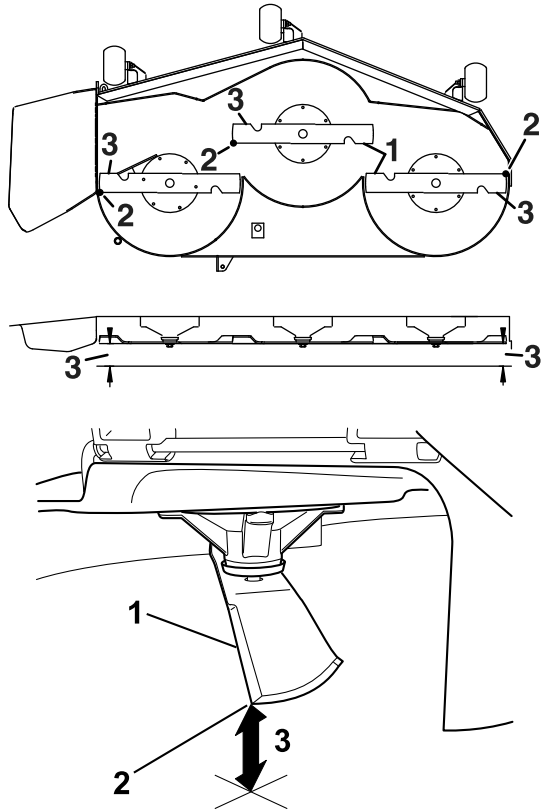

Figura 81
6. Meça entre a extremidade da lâmina e a superfície plana (Figura 81). Se ambas as medições não se encontrarem dentro do intervalo de 5 mm, ajuste o nivelamento, continue com este procedimento.
- Rode cuidadosamente as lâminas de um lado para o outro (Figura 81).